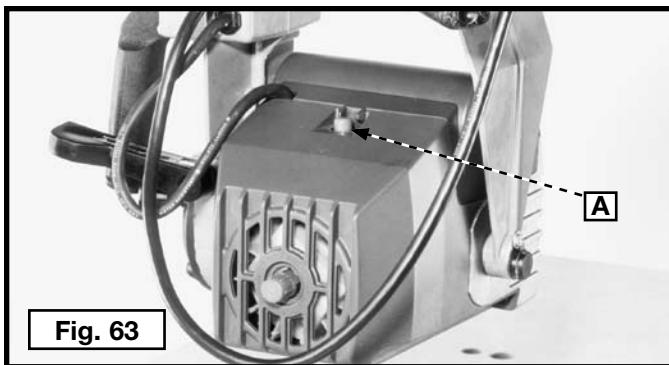

Fig. 63
El motor en su sierra está equipado con un botón de relé para sobrecargas (A) Fig. 63. Si el motor se apaga o no enciende debido a una sobrecarga o voltaje bajo, gire el interruptor a la posición “APAGADO”(Off), permita que el motor enfrie durante tres a cinco minutos y luego empuje el botón de re-configuración (A). Luego el motor puede volver a encenderse normalmente. Algunas de las condiciones que pueden causar la sobrecarga son: el corte demasiado rápido de troncos, el uso de una hoja no afilada, el uso de la sierra que sobrepase su capacidad, etc.